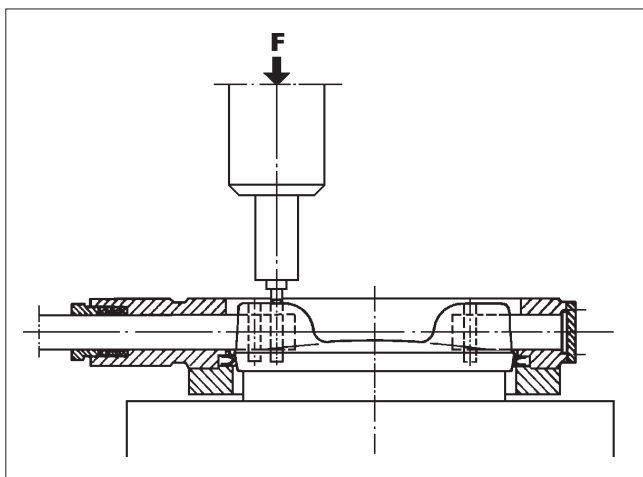

Bild 17 Så här pressas pinnarna på plats
- Spjället ska stå stadigt på ett vågrätt underlag när pinnarna pressas på plats. Skjut in de nya pinnarna i sina hål. Pressa dem på plats med en press (se bild 17). Använd ett verktyg som är mindre än pinnarnas diameter. Presskrafterna framgår av tabell 6.
- Montera packningen (18) och blindflänsen (10). Blindflänsens skruvar måste vara jämnt åtdragna (se tabell 7). En ojämnt åtdragen fläns skadar sätet.